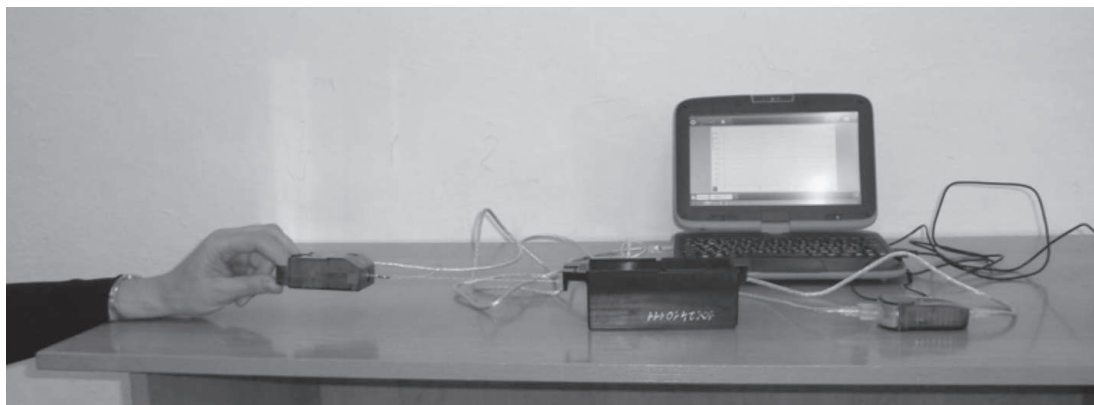

Рис. 2.
1. Соберите установку, как показано на рис. 2. Для этого: